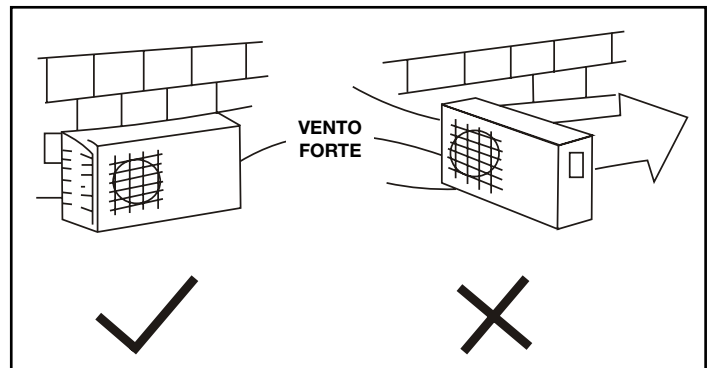

fig.9
3. Nel caso in cui il punto di installazione sia esposto a forti venti (come ad esempio può accadere nei luoghi di mare), assicurarsi che la ventola agisca correttamente, posizionando l'unità lungo la parete o proteggendola con appositi schermi (fig. 9). In ogni caso assicurarsi che forti venti non possano ostacolare la rotazione della ventola